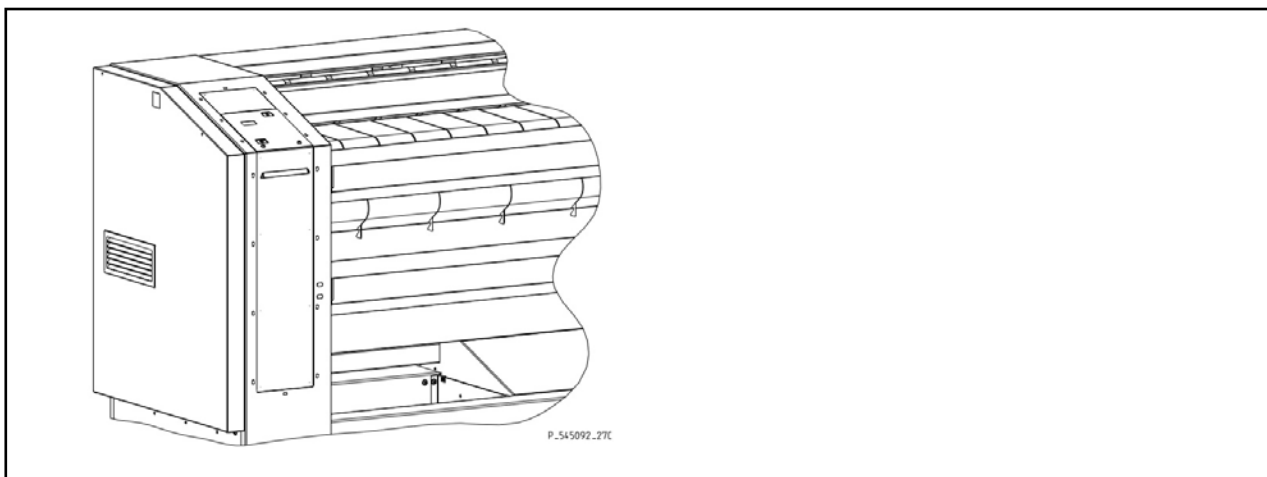

figura 5.2.4.
- Figura 5.2.4. – modelo del sistema central de monedero.